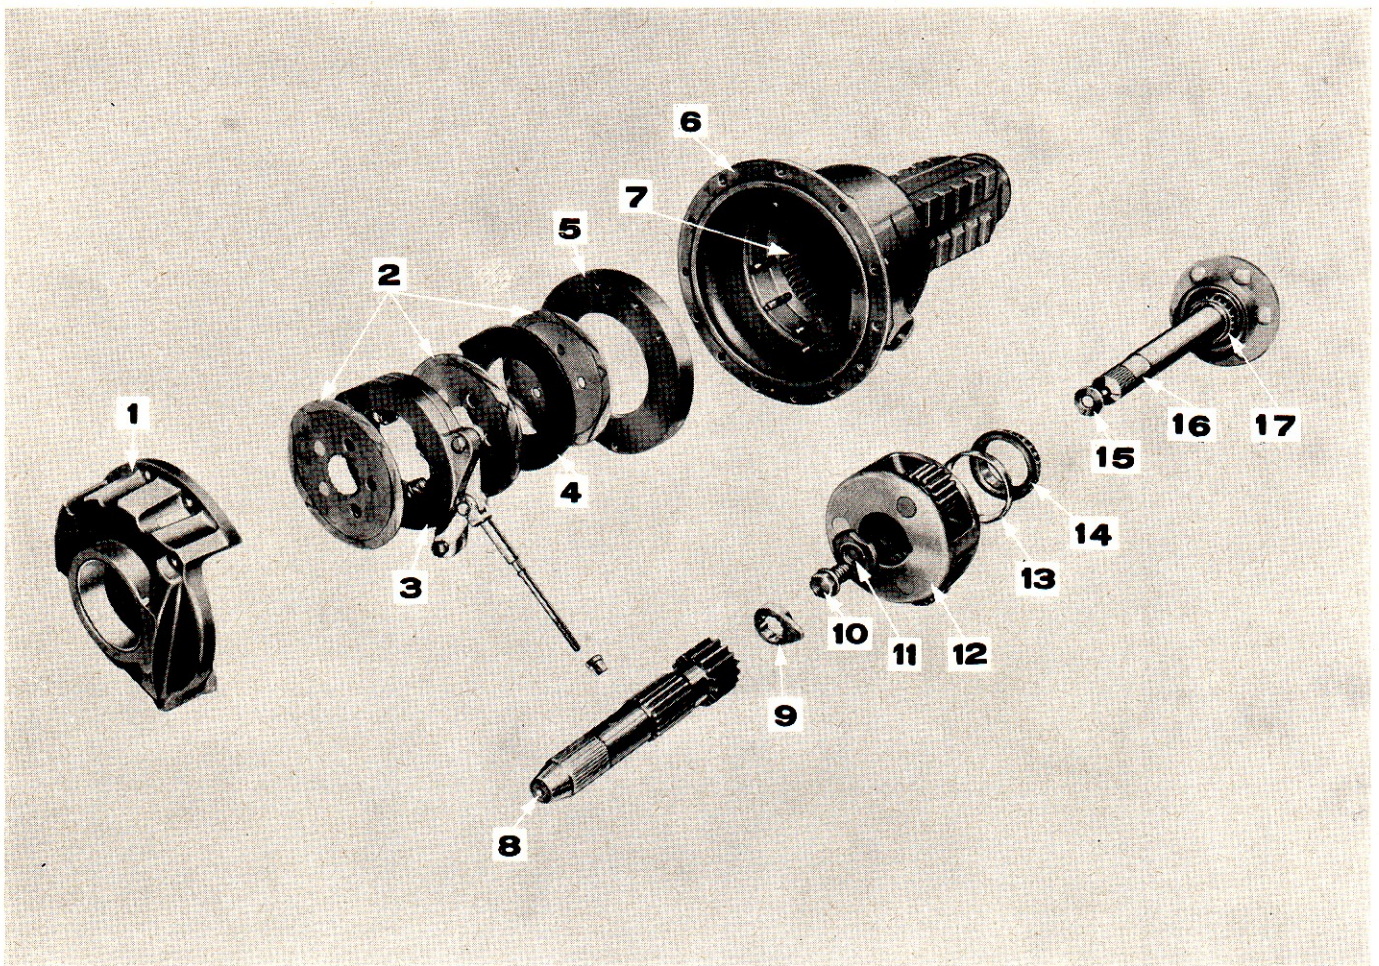

Figure 43: Vue éclatée de la trompette de pont arrière - Ford 4000
10. Extraire de l'extrémité de la trompette le frein d'arrêt d'huile (Figure 43) en effaçant les coups de pointeau avec un chassoir de cuivre et un marteau. Faire glisser la trompette le long de l'arbre de roue.